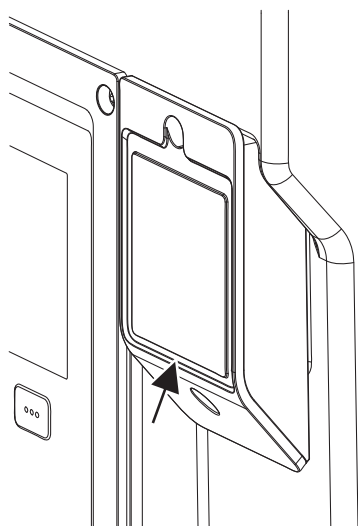

Fig. 27: Capac pentru modulul Wilo-Smart Connect BT
1. Slăbiți șurubul capacului modului Wilo-Smart Connect (Fig. 27) și deschideți capacul.
Datorită tipului său constructiv, modulul Wilo-Smart Connect BT poate fi atașat doar într-o singură direcție. Nu există nicio fixare suplimentară a modului în sine. Capacul modului Wilo-Smart Connect (Fig. 27) de pe partea superioară a modului electronic ține modulul ferm în interfață.